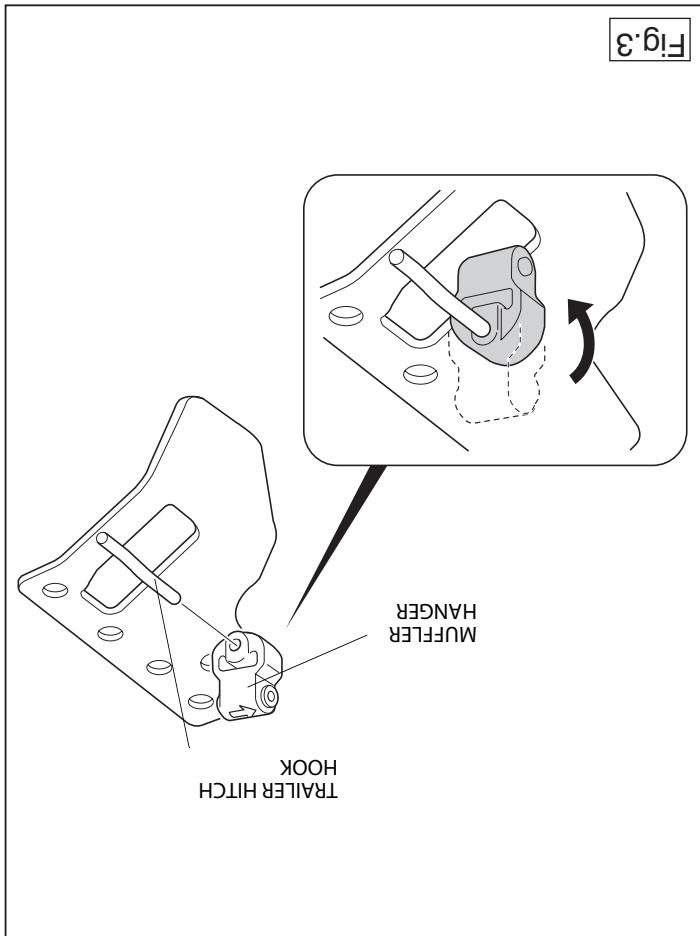

Fig. 3
3. Take the exhaust rubber from the suspension bracket and slide it over the pin to which the tow bar is welded. See figure 3.
13. Faire glisser le caoutchouc du collier de suspension qui a été détaché des ressorts à goupille soude à l'attache remorque. Voir la figure 3.
3. Tag udstødningsgummiet fra den løsneede ophængbojle og skub den over stiftet, som er svejet på anhængertrækket. Se fig. 3.